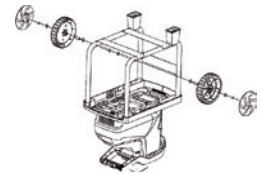

Fig.4
4. inserte el eje de la rueda por el chasis, pase una arandela, la rueda, otra arandela y sujete con el pin. Seguidamente coloque la tapa de la rueda. (Fig4).
5. Repita el punto 4 para la otra rueda (Fig 4).